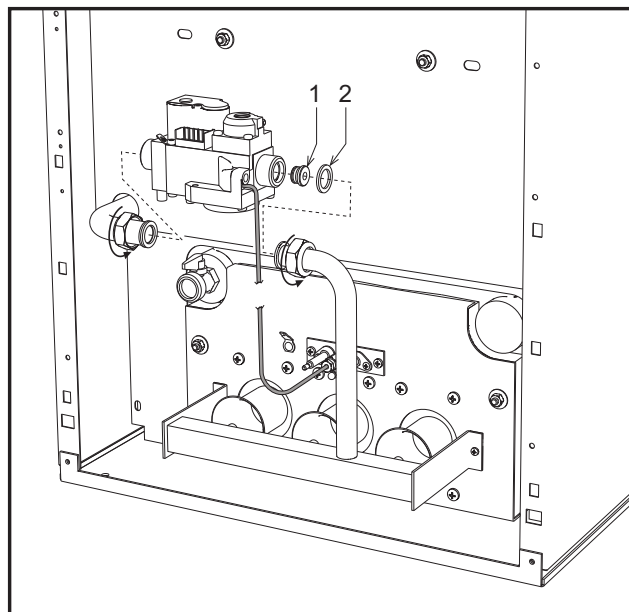

fig. 17 - Diafragma gas
**!** Para transformar la caldera de metano a GLP es necesario quitar el diafragma situado entre la válvula y el tubo del colector (1 - fig. 17).
Para transformar la caldera de GLP a metano hay que montar el diafragma (1 - fig. 17). El diafragma adecuado para cada modelo de caldera se indica en la tabla de datos técnicos de la sec. 5.3.
Leyenda fig. 17